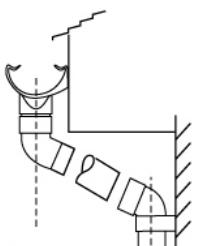

Рис. 10
6. Слишком большой зазор между краем кровли и верхней точкой желоба - это может привести к переливу воды через край желоба и ее разбрзгиванию (Рис. 10).